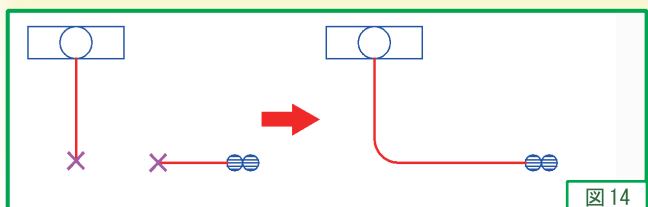

図14
2. 繋ぎたい2つの配線を順番にクリックするだけで繋げることができます (図14)。